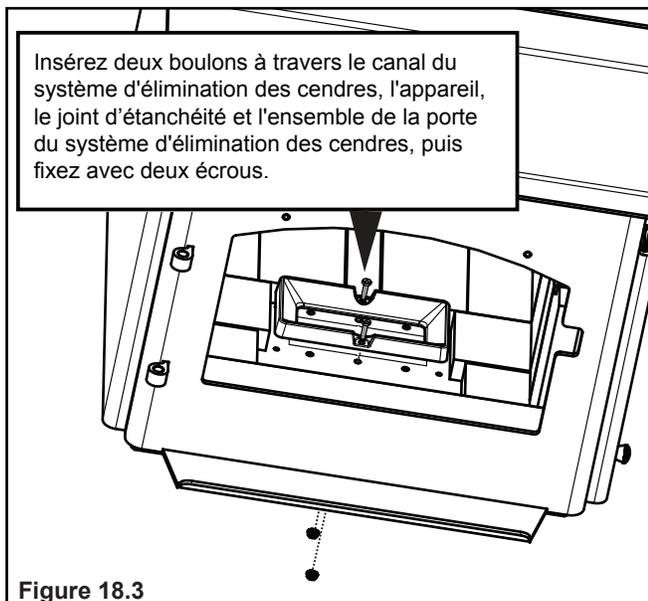

Figure 18.3
- À l'aide de deux boulon et deux écrous à embase, fixez la rainure de l'ARS avec la clé ouverte 3/8 et la clé à douille 7/16 (**Figure 18.3 à la page 18**).
- À l'aide de 2 boulon et 2 écrous à embase, fixez la rainure de l'ARS avec la clé ouverte 3/8 et la clé à douille 7/16 (**Figure 18.3 à la page 18**).